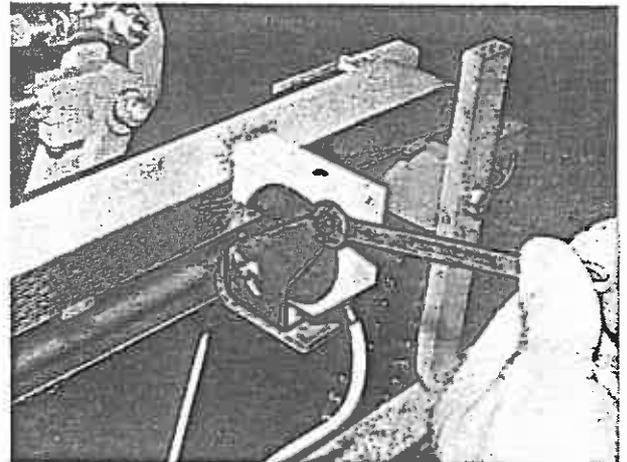

Bild 70
5. Seitliche Befestigungsschrauben der Lichtschanke herausschrauben (Bild 70), Lichtschanke vom Halter abnehmen.